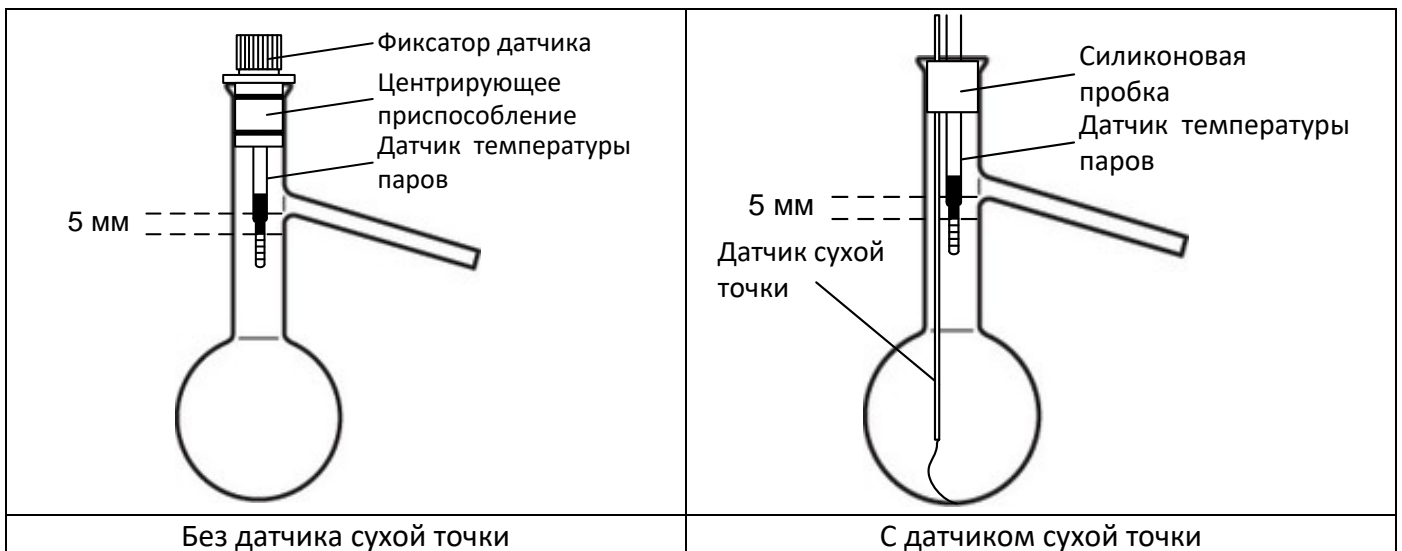

Рисунок 9 – Установка датчика температуры паров
- 4.4.2.22 Центрирующее приспособление (или силиконовая пробка) устанавливается в горловину колбы Энглера (см. рисунок 9). Измерительная часть датчика температуры паров продукта устанавливается относительно отвода колбы в соответствии со стандартом (при использовании центрирующего приспособления затянуть фиксатор датчика).